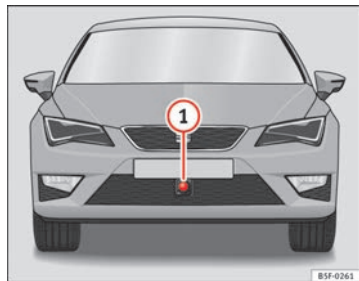

Fig. 131 No pára-choques à frente: sensor de radar.
No pára-choques dianteiro está montado um sensor de radar para captar a situação do trânsito ⇒ Fig. 131 ①. Este sensor permite detectar veículos que circulem à frente, até uma distância de aprox. 120 m.